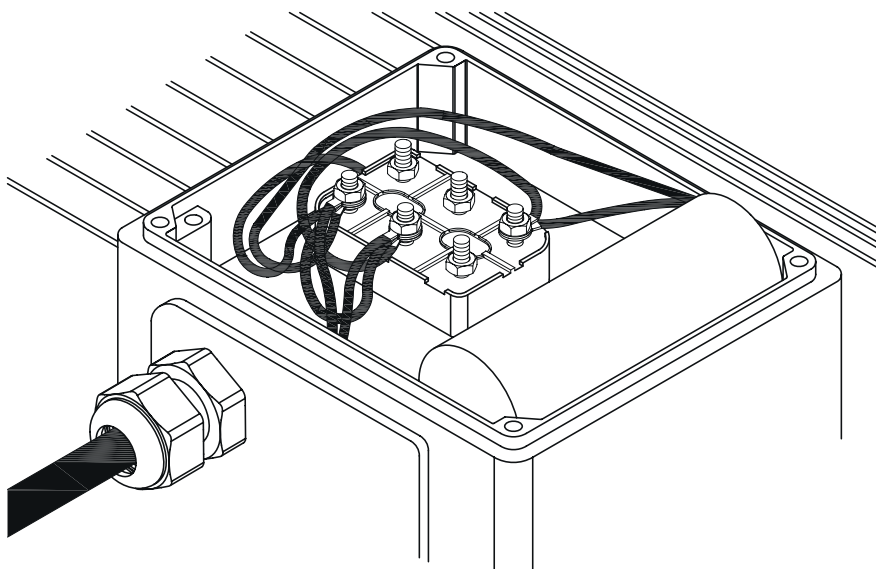

Рис. 2
- Магистральный заземленный провод должен быть подключен ко всем металлическим частям оборудования, которые не должны находиться под напряжением, но могут быть случайно им затронуты и находятся в доступном для людей месте (см. Рис. 2 - 4, страницы 8 - 9). Обязательно установите коммутатор защиты и управления, который будет содержать все необходимые и рекомендуемые элементы: